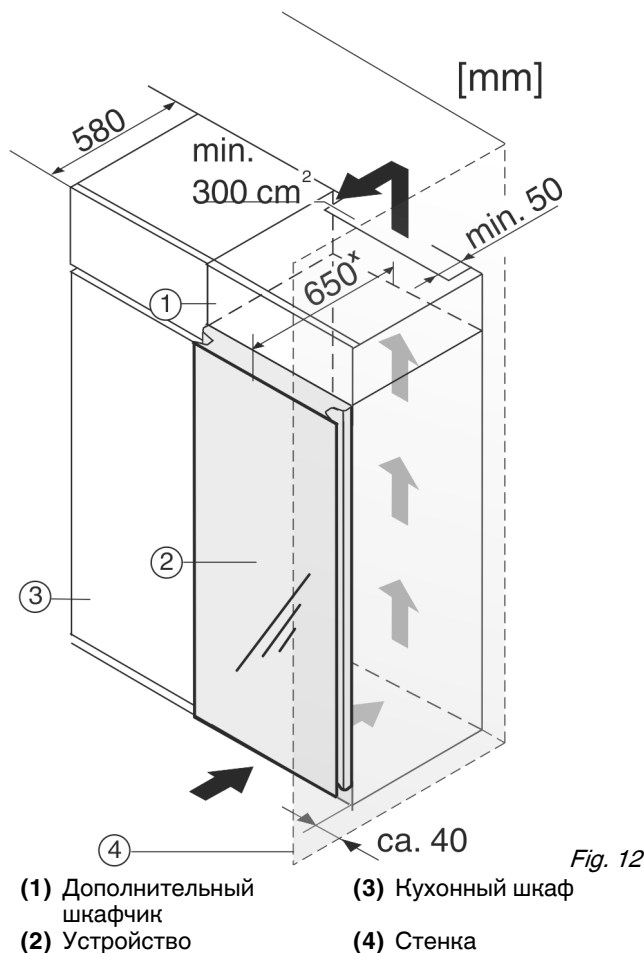

Fig. 12
Устройство может быть окружено предметами кухонной обстановки. Чтобы уравнять устройство Fig. 12 (2) по высоте с кухонной стенкой, можно установить над устройством соответствующий дополнительный шкафчик Fig. 12 (1).
При комбинировании с обычными кухонными шкафами (глубина макс. 580 мм) устройство можно установить непосредственно рядом с кухонным шкафом Fig. 12 (3). Дверь устройства выступает на 70 мм × относительно передней стенки кухонного шкафа.
Если устройство установлено на шарнирах у стены Fig. 12 (4), то расстояние между устройством и стеной должно быть не менее 40 мм.